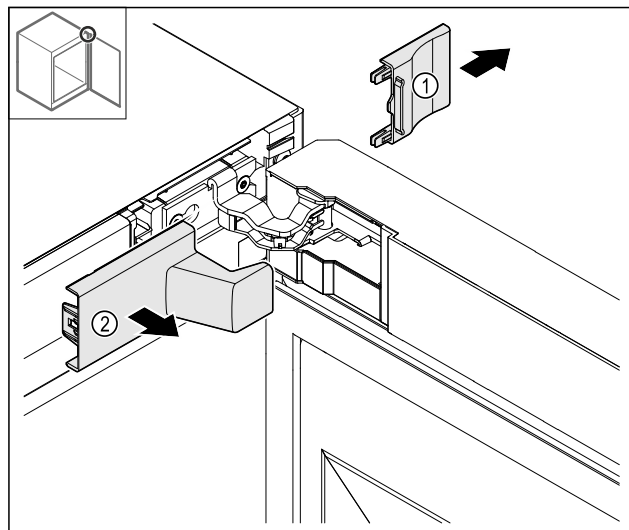

Fig. 8
- ▶ Rimuovere la copertura Fig. 8 (1) e poi Fig. 8 (2).